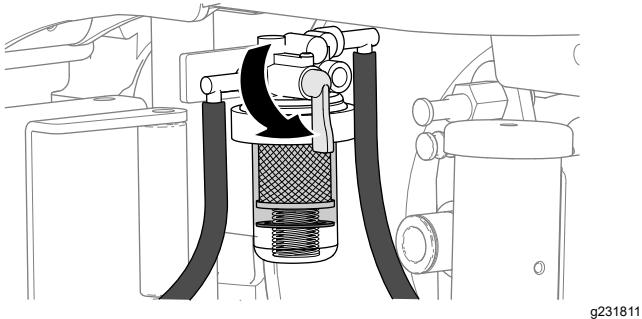

Bild 67
2. Wenn die Kraftstofffilterglocke Wasser enthält, drehen Sie den Kraftstoffhahn für den Kraftstoff/Wasserabscheider in die GESCHLOSSENE Stellung (Bild 67) und führen Sie die Schritte in Ablassen von Wasser aus der Kraftstofffilterglocke \(Seite 60\) durch.